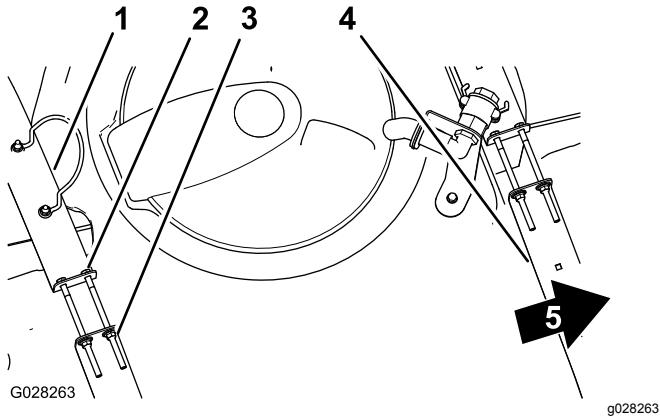

Figura 78
- Verifique se há algum movimento entre as correias do depósito e o depósito (Figura 78).
3. Se as correias do depósito estiverem largas, aperte os parafusos e as porcas de bloqueio na parte superior das correias até estas ficarem justas à superfície do depósito (Figura 78).